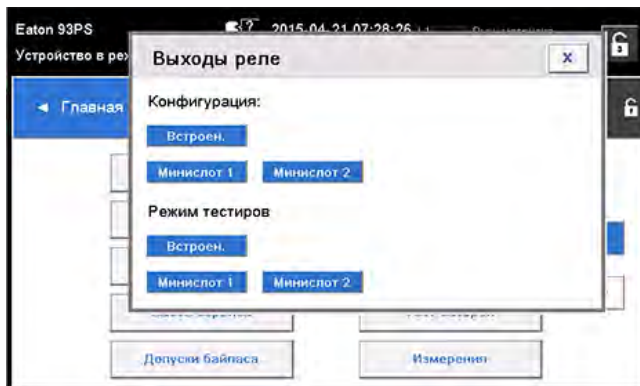

Рисунок 25. Параметры конфигурации релейных выходов
10. Для проверки реле необходимо выбрать любой из параметров в режиме тестирования (см. рисунок 25).